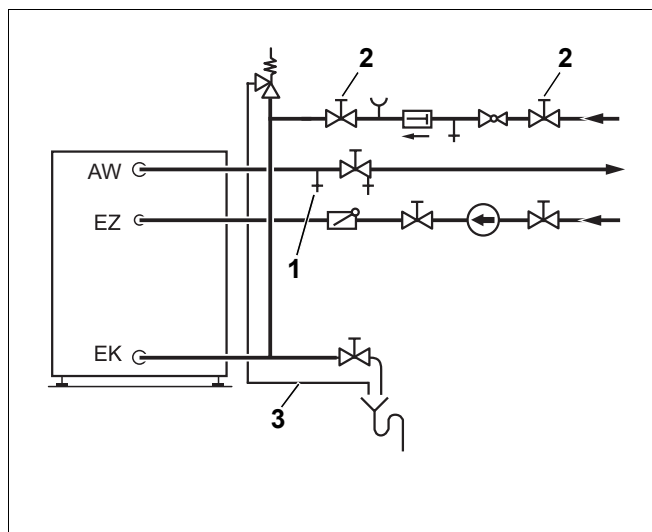

Рис. 11 Монтаж по DIN 1988 (принципиальная схема)
- Для удаления воздуха из бака-водонагревателя открыть вентиль продувки и выпуска воздуха (рис. 11, **поз. 1**) или наиболее высоко расположенный водоразборный кран.
- Для заполнения бака открыть запорный вентиль на входе холодной воды ЕК (рис. 11, **поз. 2**).
- Перед нагревом проверить заполнение водой отопительного котла, бака-водонагревателя и трубопроводов. Для этого открыть вентиль для продувки и выпуска воздуха (рис. 11, **поз. 1**).
- Держите постоянно открытым дренажный трубопровод предохранительного клапана (рис. 11, **поз. 3**, стр. 14).
- Дренажная линия предохранительного клапана (рис. 11, **поз. 3**, стр. 14) должна быть постоянно открытой.